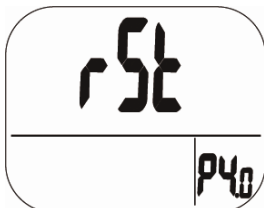

Abb. 17: Reset-Modus
- Drücken Sie die LOG/▲-Taste nun dreimal, um in den P4.0-Modus für den Reset zu gelangen (Abb. 17)